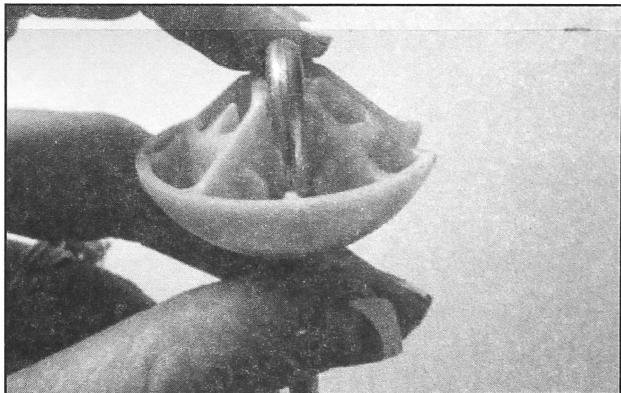

FIGURA 4
5. Alinee el extremo del gancho de la barra del amortiguador de suspensión dentro de la cavidad en la esfera de suspensión. Vea la Figura 4.